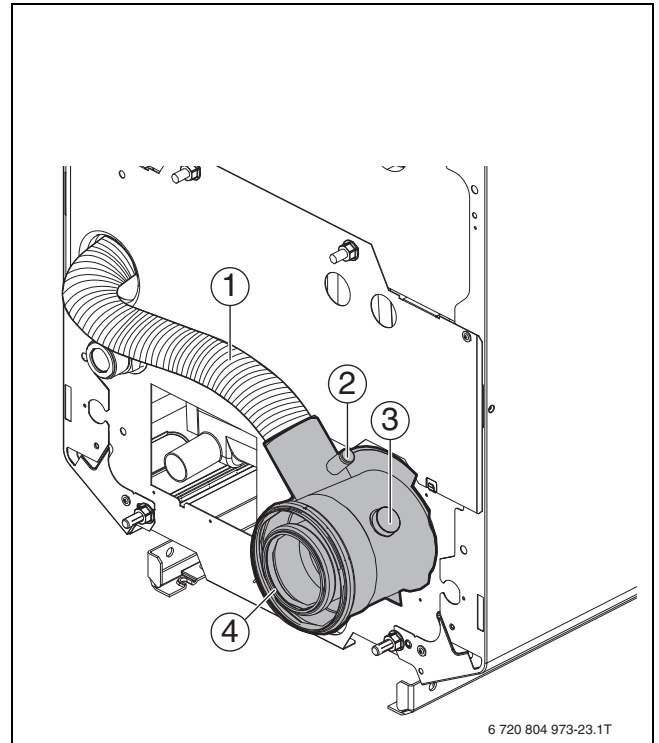

Bild 81 Luft-Abgas-Stutzen
Die Messungen erfolgen grundsätzlich im Luft-Abgas-Stutzen (→Bild 81, [3]).
- ▶ Messfühler durch die Messöffnung im Abgas-Anschlussstutzen bis in den Kernstrom (Mitte Abgasrohr) des Abgases eintauchen (höchste Abgastemperatur) (→ Bild 81, [3], Seite 43).